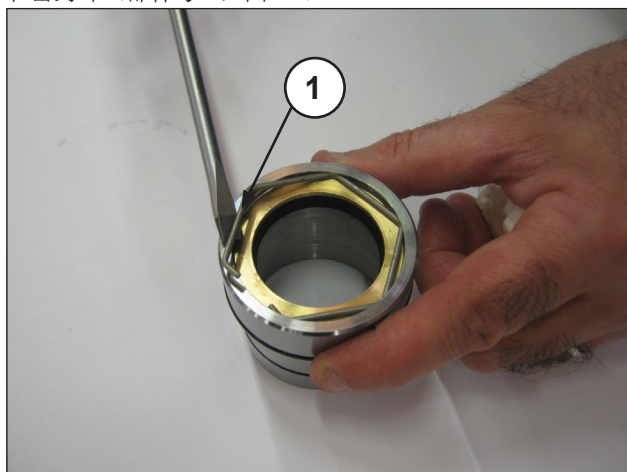
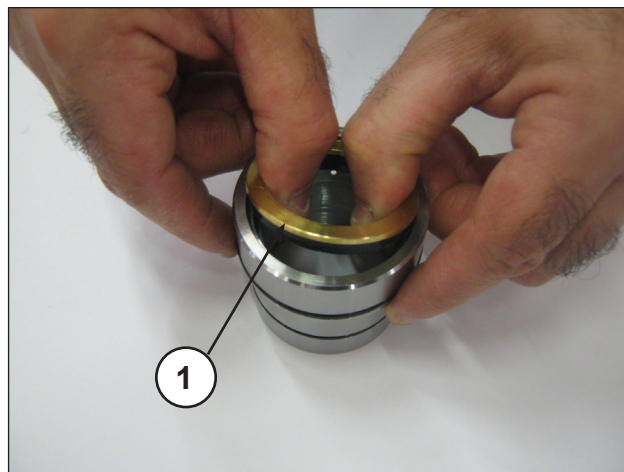

图 27
图 28
要拆卸低压密封件，必须取出止动环（部件号①，图 27）和密封环（部件号①，图 28）。